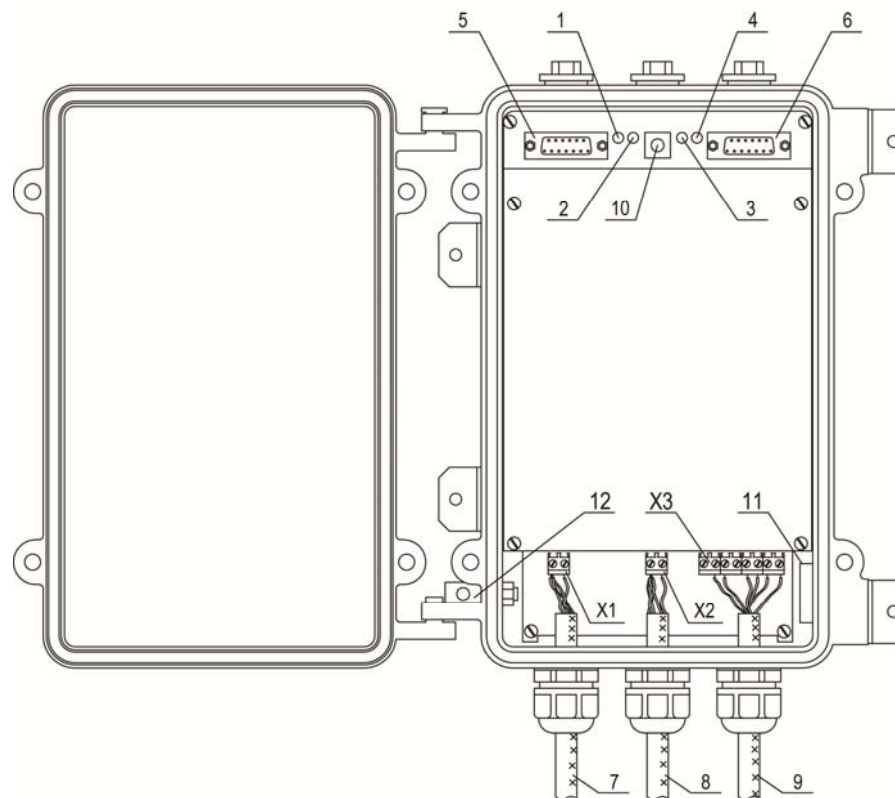

Рисунок 2.2. Блок электронный.
Конструктивно БЭ выполнен в герметичном корпусе, состоящем из двух частей: основания и крышки (рис. 2.2.). Крышка поворачивается
В нижней части платы электронной (вблизи гермовводов) расположены (рис. 2.2.):
В верхней части платы электронной расположены (рис. 2.2.):
2.1.2.4. Подключить БЭ к источнику напряжения 11,5 – 28,5 В постоянного тока. При этом светодиодные индикаторы «Тревога» и «Неисправность» (рис. 2.2.) могут засветиться на непродолжительное время. Окончание свечения индикаторов по прошествии 40 с с момента подачи питания будет косвенно свидетельствовать о правильности монтажа КЧЭ и готовности изделия к проверке его функционирования.
Если индикаторы «Неисправность» (рис. 2.2.) за это время не погаснут, то это свидетельствует о неисправности КЧЭ. Поиск и устранение неисправности производится в соответствии с разделом 4.3 настоящего РЭ.
2.2.1.3. Не ранее, чем через 1 мин после подачи питания на БЭ, нажать и отпустить кнопку «TEST» на плате БЭ. Наблюдать кратковременное (в интервале 1...5 с) свечение светодиодов «Тревога». С помощью мультиметра убедиться в размыкании (на это время) выходных контактов «3», «4» и «6», «7» колодки «ХЗ» на плате БЭ (рис. 2.2.).
2.2.1.5. Отсоединить от колодки «Х1» и «Х2» любой оконечный проводник чувствительного кабеля (центральный или экран). Наблюдать непрерывное свечение светодиодов «Неисправность». С помощью мультиметра убедиться в размыкании выходных контактов «3», «4» и «6», «7» колодки «ХЗ» (рис. 2.2.).
2.2.1.6. Закоротить проводником -перемычкой или металлическим предметом (например, пинцетом) контакты колодки «Х1», «Х2». Наблюдать непрерывное свечение светодиодов «Неисправность». С помощью мультиметра убедиться в размыкании выходных контактов «3», «4» и «6», «7» колодки «ХЗ» (рис. 2.2.).
2.2.1.7. Перевести переключатель «ПИТАНИЕ» в положение ВЫКЛ. С помощью мультиметра убедиться в размыкании выходных контактов «3», «4» и «6», «7» колодки «ХЗ» (рис. 2.2.).